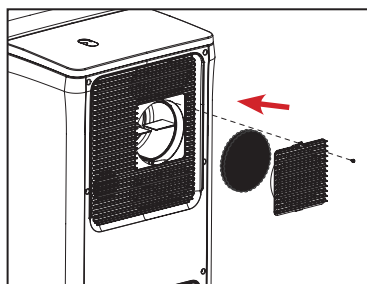

Рис. 3
3. Установите на место воздушный фильтр и вентиляционную крышку, затем закрутите на место крепежный винт. Не затягивайте винт слишком сильно. (См. рис. 3)